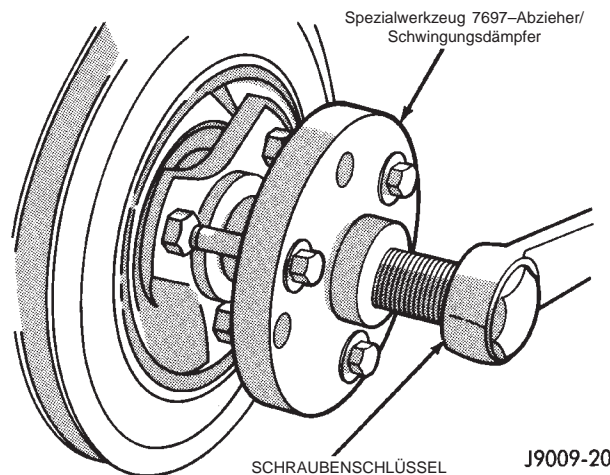

Abb. 41 Spezialwerkzeug 7697-Abzieher/Schwingungsdämpfer
- (1) Batterie-Minuskabel (-) abklemmen.
- (2) Antriebsriemen abnehmen und Lüfterabdeckung abbauen.
- (3) Halteschraube des Schwingungsdämpfers herausdrehen und zusammen mit der Unterlegscheibe entfernen.
(4) Abzieher 7697 zum Lösen des Schwingungsdämpfers von der Pleuellagerbolze verwenden (Abb. 41).